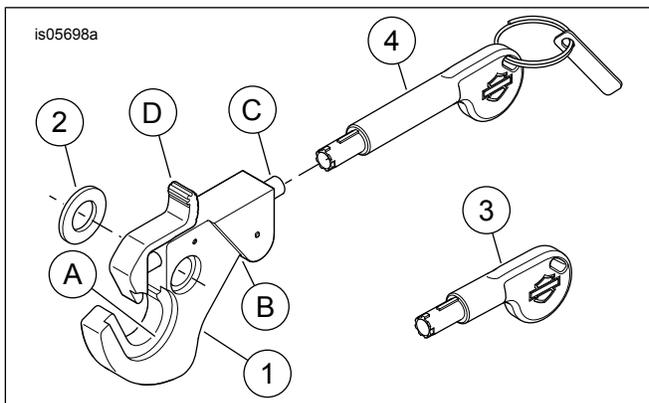

Figure 9. Pièces de rechange : Kits de loquets amovibles
Consultez Figure 9 . Dépendamment de la pièce amovible installée, le positionnement du relief (A) et des dégagements
1. **Verrouillage du loquet** : Voir Figure 9 . Lorsque l'article amovible est installé, enfoncer le loquet à ressort (C).